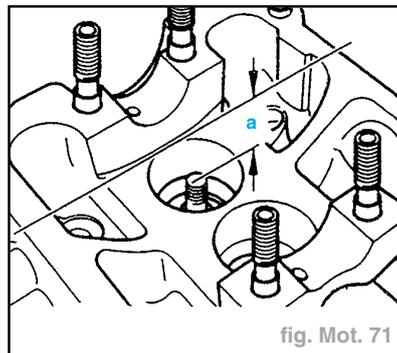

fig. Mot. 71
- mesurer l'écart entre la queue de soupape et le bord supérieur de la culasse : cote "a" (fig. Mot. 71).